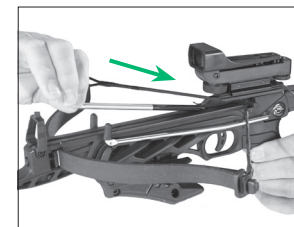

FIGURE 10
4. Saisissez la flèche près de sa pointe à l'extrémité opposée à l'empennage. L'arbalète peut être chargée en gardant les mains et toutes les parties du corps hors de la trajectoire de la corde et dans la zone de chargement sécuritaire (Fig. 10). Gardez les mains, les doigts et toutes les autres parties du corps hors de la trajectoire de la corde et des câbles en tout temps. L'arbalète est conçue de façon à ce que l'utilisateur n'ait jamais besoin de placer une partie du corps dans la trajectoire de la corde de l'arbalète. Le non-respect de cet avertissement peut causer des blessures graves ou la mort.
6. Glissez la flèche ou le carreau vers le boîtier de la détente, sous le ressort de rétention de la flèche ou du carreau, jusqu'à ce que la flèche ou le carreau repose entièrement sur la corde. (Fig.10).